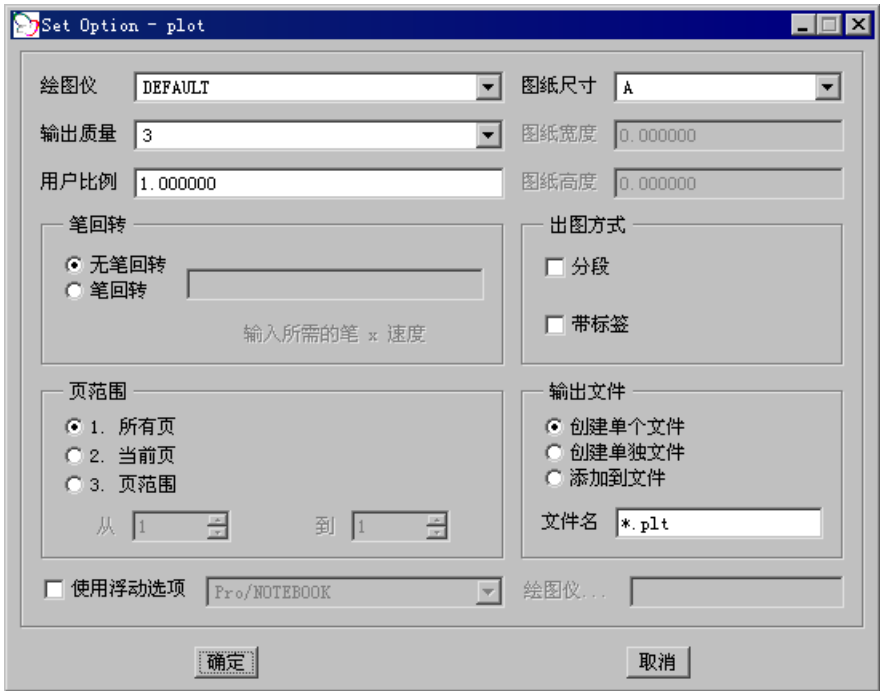

图 9.6.12 “Set Option-plot” 对话框
Step3. 选择下拉菜单 选项 → 设置选项 命令, 打开图 9.6.12 所示的“Set Option-plot”对话框, 定义与默认优先选项不同的配置。